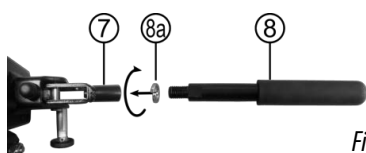
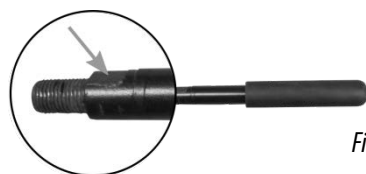

Figura 7: Montaggio leva di bloccaggio
Figura 8: Superficie per chiave
Applicare la rondella elastica (8a) sulla filettatura della leva di bloccaggio (8). Avvitare la leva di bloccaggio nell'apposito alloggiamento (7) dell'aggancio rapido, figura 7. Avvitare la leva di bloccaggio (8) nell'apposito alloggiamento (7) dell'aggancio rapido. Avvitare la filettatura completamente all'interno dell'alloggiamento e stringere la prolunga della leva con una chiave per viti (la leva di bloccaggio presenta una superficie per chiave da 17, vedi figura 8).